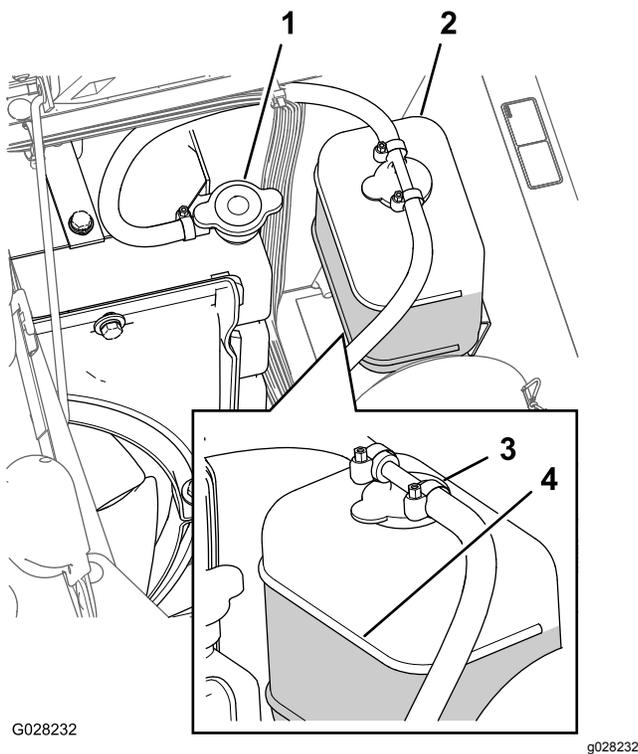

図 92
3. ラジエターと補助タンクのキャップを注意深く開ける(図 92)
注 ラジエターは補給口の首の上部まで、補助タンクはFULLマークまであれば適正です 図 92。
5. 不足であれば補助タンクとラジエター本体に補給するラジエターは首の部分まで、タンクはFULLマークまで入れる 図 92。
6. ラジエターと補助タンクのキャップを閉める 図 92。
2. エンジンが十分に冷えているのを確認してラジエターのキャップを開ける (図 92)。
6. ラジエターキャップを取る 図 92。
8. ラジエターのキャップを軽く締めてエンジンを始動する 図 92。
10. 冷却液の温度が上昇したら、ラジエターをキャップの縁まで一杯に満たす 図 92。
11. 補助タンクのキャップを開けて、Coldレベルまで冷却液を補充する 図 92。